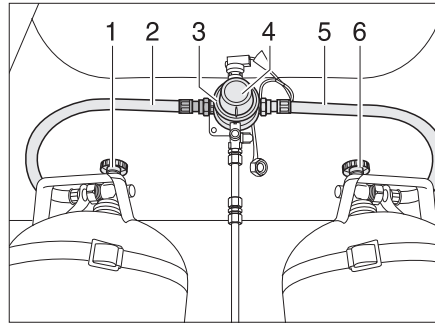
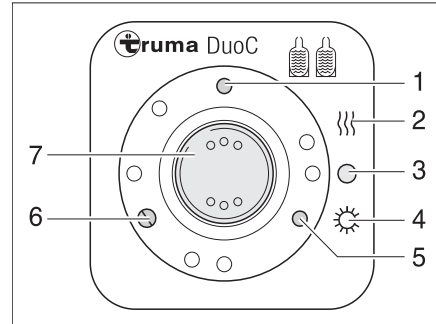

Fig. 159 Dispositif de commutation DuoControl
Fig. 160 Unité de commande
Le dispositif de commutation DuoControl consiste en une robinetterie de commutation (Fig. 159,3) et l'unité de commande (Fig. 160). La robinetterie de commutation est montée entre les flexibles de gaz (Fig. 159,2 et 5). Un bouton rotatif (Fig. 159,4) situé sur la robinetterie de commutation permet de définir laquelle des bouteilles de gaz est celle de service et laquelle est celle de réserve.
Seules les fonctions électriques peuvent être activées sur l'unité de commande (Fig. 160). Les robinets principaux des bouteilles de gaz (Fig. 159,1 et 6) doivent être ouverts manuellement.
La robinetterie de commutation garantit une pression du gaz constante, indépendamment de la bouteille qui fournit le gaz. Les deux voyants de contrôle sur l'unité de commande indiquent le niveau de remplissage de la bouteille de service. Quand le voyant de contrôle (Fig. 160,6) est vert, la bouteille de service est pleine. Quand le voyant de contrôle (Fig. 160,5) est rouge, la bouteille de service est vide. L'alimentation en gaz se fait alors via la bouteille de réserve.
- Ouvrir les robinets principaux des bouteilles de gaz (Fig. 159,1 et 6).
- Avec le bouton rotatif (Fig. 159,4) situé sur la robinetterie de commutation (Fig. 159,3), sélectionner la bouteille de gaz à partir de laquelle le gaz sera utilisé principalement (bouteille de service).
- Mettre en service le dispositif de commutation DuoControl sur l'unité de commande (Fig. 160).
- Pour ce faire, régler le commutateur à bascule (Fig. 160,7) sur régime hiver "Affichage à distance Marche et chauffage" (Fig. 160,2) ou bien sur régime été "Affichage à distance Marche" (Fig. 160,4). La robinetterie de commutation est maintenant purgée. Le voyant de contrôle jaune (Fig. 160,1) s'allume lorsque le régime hiver est sélectionné et que l'installation de dégivrage du régulateur est enclenchée.
- Mettre le commutateur à bascule (Fig. 160,7) sur "O" (Fig. 160,3). Le voyant de contrôle jaune (Fig. 160,1) s'éteint.
- Fermer les robinets principaux des bouteilles de gaz (Fig. 159,1 et 6).
Affichage à distance Les voyants de contrôle de l'unité de commande (Fig. 160,5 et 6) signalent à l'intérieur du véhicule si la bouteille de gaz est en état de marche.
Remplacement des bouteilles de gaz Lorsque le voyant de contrôle vert (Fig. 160,6) s'éteint pendant le fonctionnement et que le voyant de contrôle rouge (Fig. 160,5) s'allume, la bonbonne de gaz sélectionnée comme bouteille de service est vide et doit être remplacée. La bouteille de réserve alimente les appareils à gaz.